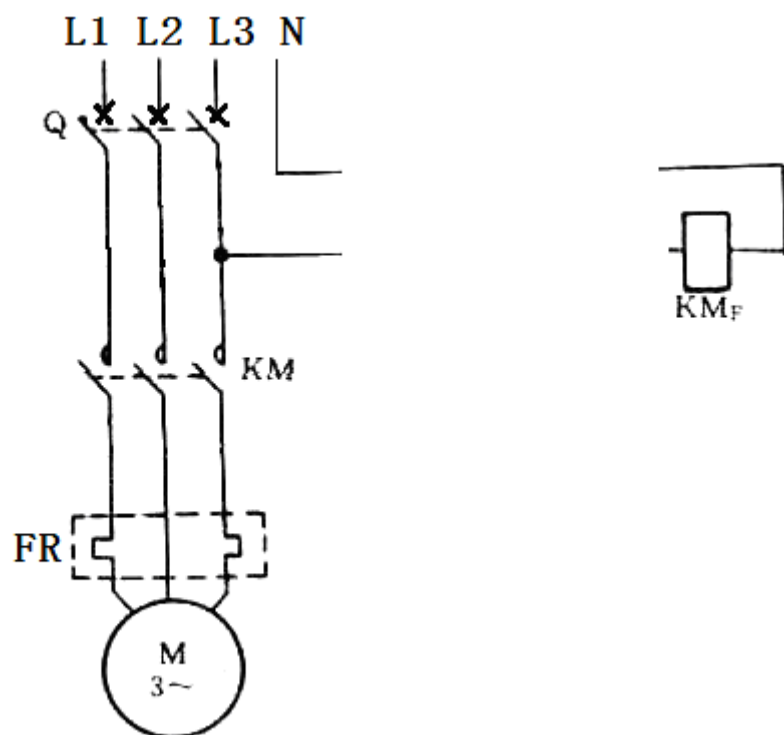
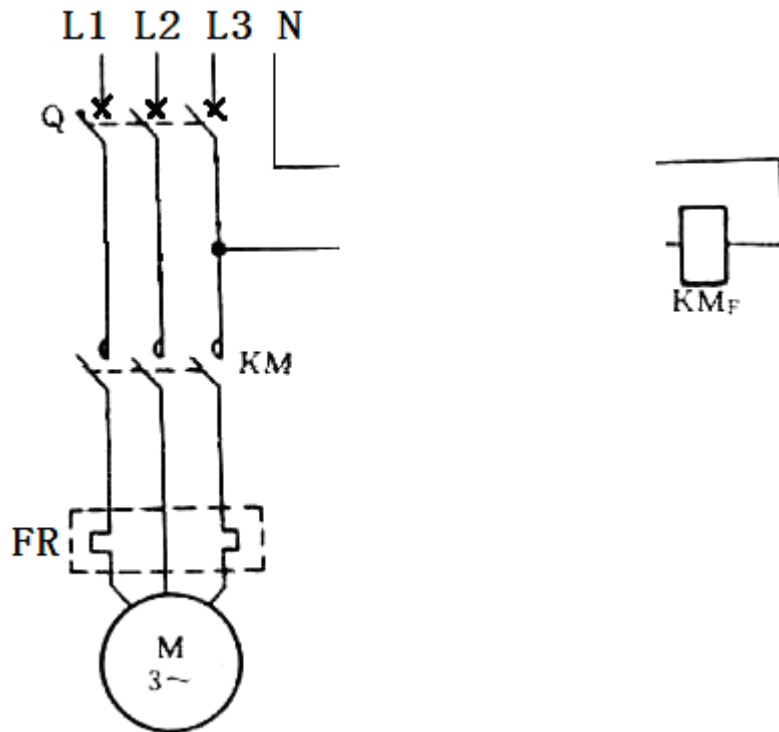

图 2 点动控制
图 3 长动控制
- 4、理解点动、自锁及联锁的概念，在实验步骤中设计对应的控制电路，并画在图 2，图 3 中。
3. 连接起停点动控制电路并进行操作，要求课前设计实验电路，将电路补充在图 2 中。进行点动实验。
4. 断开电源，连接起停长动控制电路并进行操作，要求课前设计实验电路，将电路补充在图 3 中。
- 1、按上面要求画出相应控制电路（画在图 2，图 3 中）。
根据功能要求，设计实验控制电路：画在图 2，图 3 中。